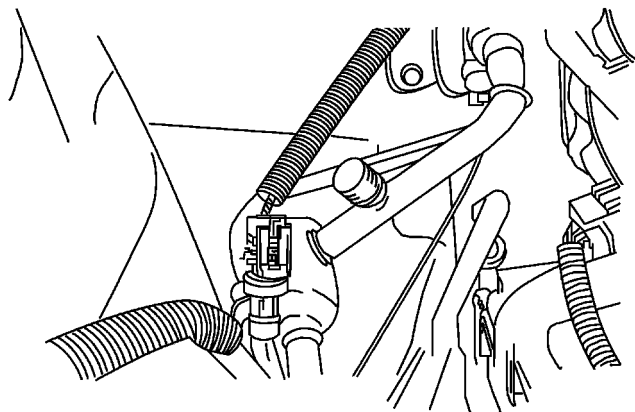

图 5-38 安装压力传感器
1) 按图 5-38 所示，将 O 形密封圈安装到传感器上，安装压力传感器，连接好导线插接器。